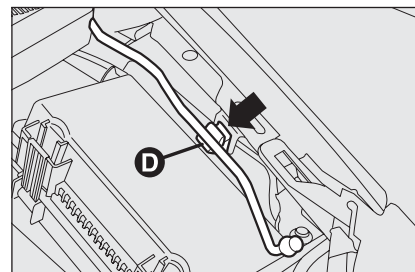

fig. 106
- tirer le levier **A-fig. 106** comme indiqué sur la figure;